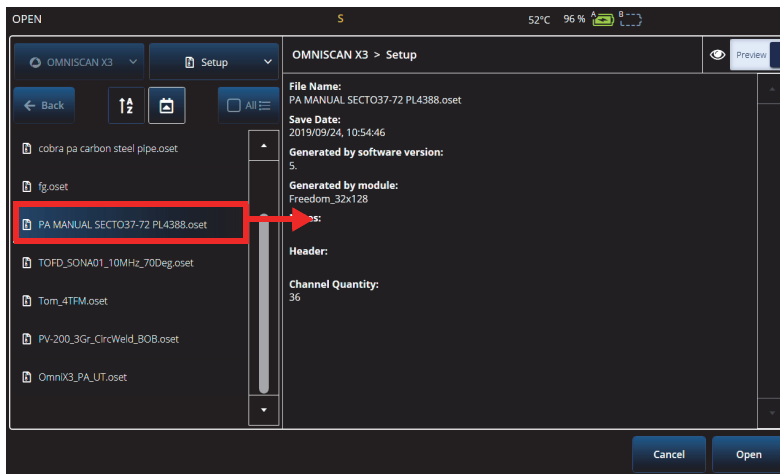

Figura 6-2 Menu Open
- Per aprire un file, selezionare **Open** (apri) nel menu  File (Figura 6-1 a pagina 209) e in seguito selezionare la directory del file. È possibile aprire il file di configurazione o il file di dati selezionando il tipo di file. È inoltre possibile ordinare i file in ordine alfabetico o di data mediante l'icona **Filter** (filtro) e visualizzare in anteprima il file selezionato (Figura 6-2 a pagina 210).